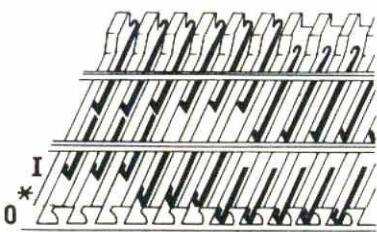
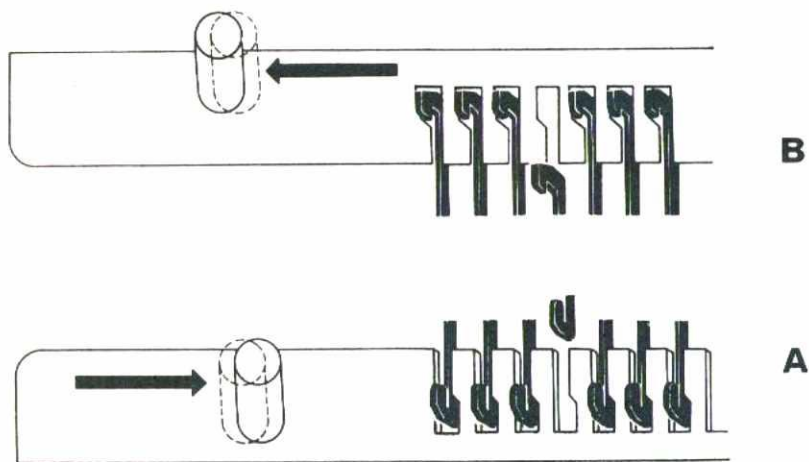

Fig. 32
Fig. 33
Der Stösser hat drei Grundstellungen, Fig. 32
0 = Nullstellung, der Stösserfuss ist in der Riegelschiene, Stösser vollständig ausser Funktion (Stellung bei fabrikneuen Apparaten), Fig. 32. Wie man die Stösser ausser der Riegelschiene herausholt, ist auf Seite 12, Fig. 33, erklärt
* = Ruhestellung, der Stösserfuss ist ausserhalb der Riegelschiene und liegt direkt an ihr an. Wenn der Stösser in Ruhestellung ist, strickt die dazugehörige Zungennadel bei Mustern **nicht**, kann jedoch Henkel aufnehmen, Fig. 32
I = Arbeitsstellung, der Stösserfuss ist ausserhalb der Riegelschiene im oberen Drittel des Stösserbettes. Nur wenn der Stösser in Arbeitsstellung ist, strickt bei Mustern die dazugehörige Zungennadel immer normal, Fig. 32
Vorderes Bett: Knopf der Riegelschiene nach **rechts** stossen und festhalten, dann Stösser hochschieben, Knopf loslassen, Fig. 33 A unten.
Hinteres Bett: Knopf der Riegelschiene nach **links** stossen und festhalten, dann Stösser hochschieben, Knopf loslassen, Fig. 33 B oben.